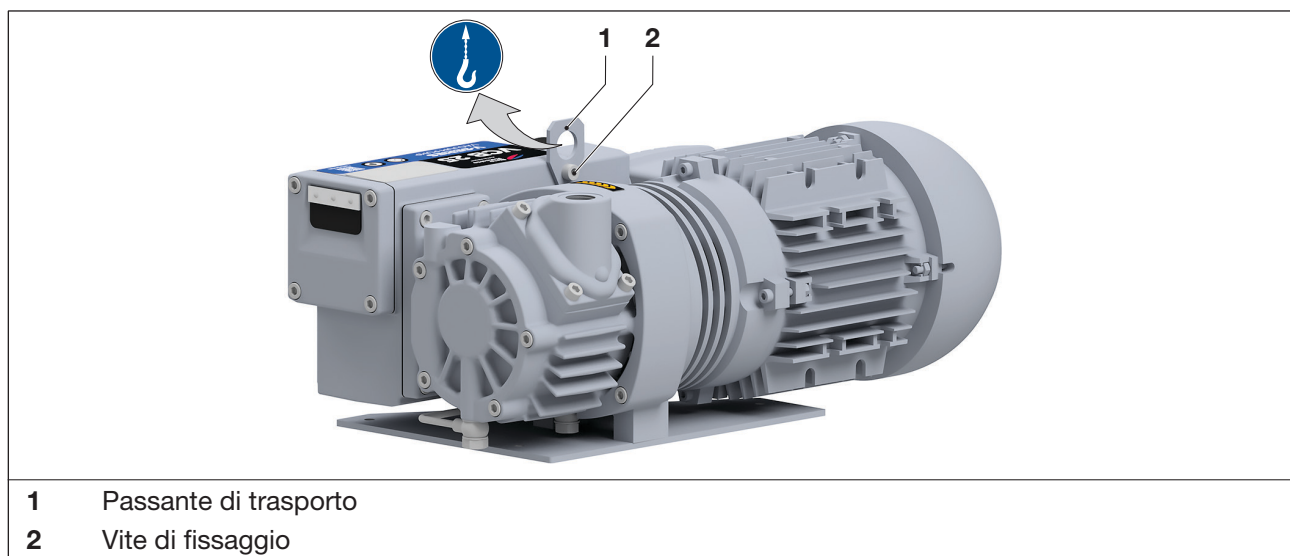

Fig. 1 Dispositivi per la presa del carico per il sollevamento e il trasporto
- b) Serrare a fondo la vite di fissaggio (Fig. 1/2) alla flangia di trasporto.
- c) Per sollevare la macchina, agganciarla al sollevatore con l'apposita vite di trasporto (Fig. 1/1)